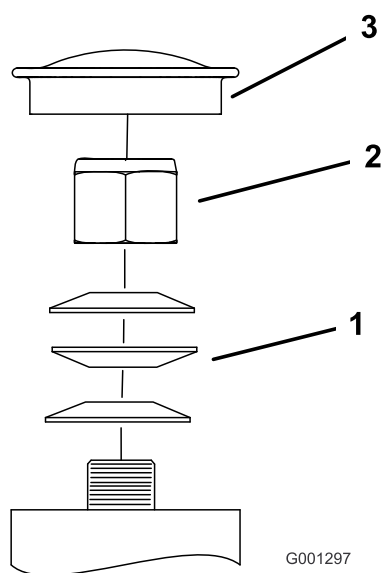

Figure 57
3. Retirez le capuchon antipoussière de la roue pivotante et serrez le contre-écrou (Figure 57).
4. Continuez de serrer le contre-écrou jusqu'à ce que les rondelles élastiques soient aplaties, puis desserrez-le d'un quart de tour pour obtenir la précharge correcte des roulements (Figure 57).
Important: Veillez à placer les rondelles élastiques comme montré à la Figure 57.
5. Reposez le couvre-moyeu (Figure 57).